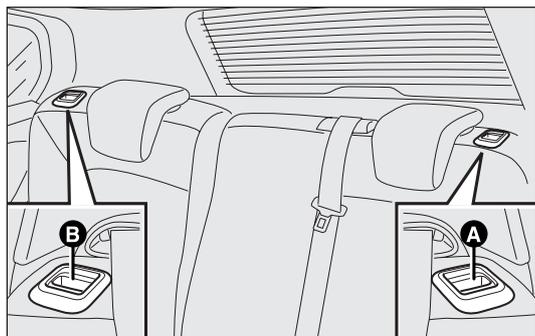

fig. 93
- agire sulle maniglie A o B-fig. 93 per sbloccare rispettivamente la porzione sinistra o destra dello schienale e accompagnare lo schienale sul cuscino.